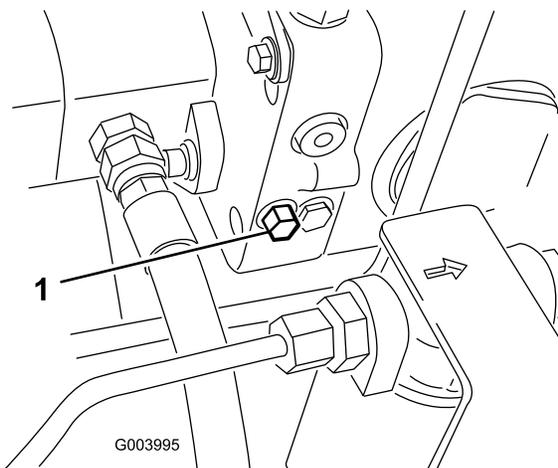

图37
1. 旁通阀位于静液压泵的左侧（图37）。将螺栓旋转 1-1/2 圈，打开旁通阀并允许油在内部分流。由于液体被分流，机器可以缓慢移动，而不会损坏传动装置。